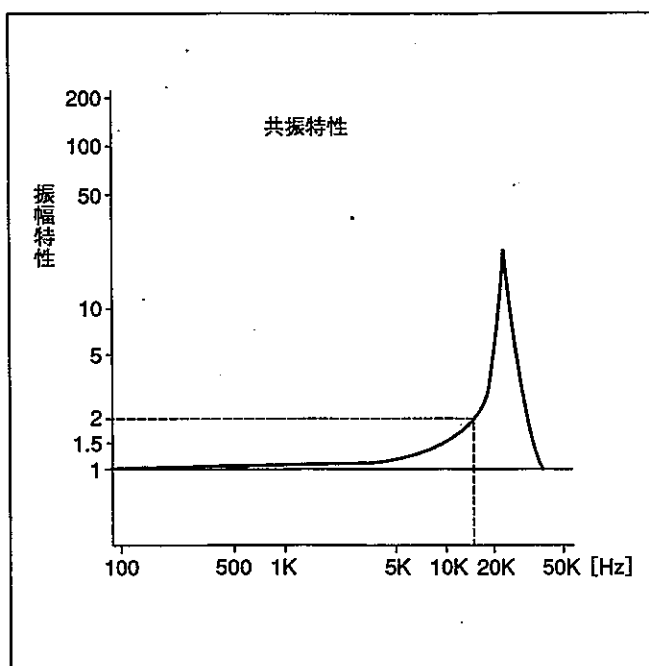

図4-1
* 測定に際しては、入力される振動の周波数成分を予測し、図4-1を参照し、振幅倍率から加速度レベルを求め、定格負荷の範囲内であることを確認の上ご使用下さい。特にローパスフィルタを使用する場合は、事前にローパスフィルタを使用しない波形で、出力信号がアンプで設定したレンジを超えていないか、定格負荷を超えていないかなどご確認のうえ、測定を始めて下さい。
例) 予測される被測定物の振動の最大値が 3000m/s^2 、17kHzのとき図4-1において、周波数17kHzのとき加速度変換器の振幅倍率は約2倍です。加速度レベルの最大値が 3000m/s^2 と予測されるので、変換器は共振により $3000 \times 2 = 6000\text{m/s}^2$ が負荷されることになりますが、定格容量内なので使用に支障はありません。